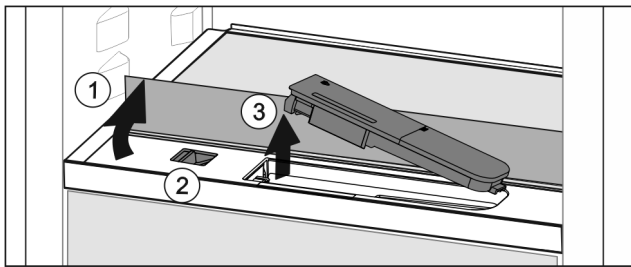

Fig. 43
- Sollevare il ripiano di vetro e ribaltarlo all'indietro fino all'arresto Fig. 43 (1).
- Spostare il cursore Fig. 43 (2) a sinistra.
- Rimuovere il serbatoio dell'acqua Fig. 43 (3).